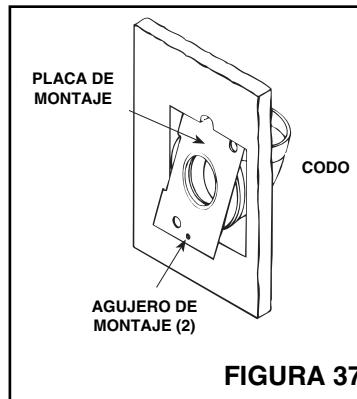

FIGURA 37
3. Véase la Figura 37. Pegue el codo a la placa de montaje, positione el ensamblado en el recorte, y sujetelo al entubado dentro de la pared.